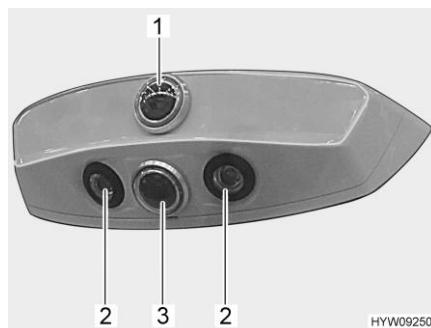

Fig. 21 Modulo telecamere
- Modalità di retromarcia/sorveglianza: la telecamera retromarcia (Fig. 21,3) riprende la zona immediatamente vicina alla parte posteriore del veicolo, che viene visualizzata sul display. In caso di marcia avanti non viene visualizzata alcuna immagine.
- Modalità di marcia: la telecamera specchietto retrovisore (Fig. 21,1) riprende la zona lontana dalla parte posteriore del veicolo, che viene visualizzata sul display ("3° specchietto retrovisore").
Nel modulo telecamere sono integrati dei LED (Fig. 21,2). Con questi LED è possibile illuminare la zona dietro il veicolo quando è buio (quando si utilizza la telecamera, ma anche indipendentemente dalla telecamera).